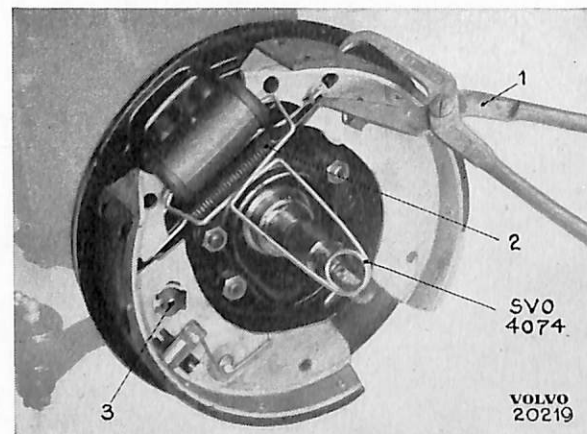
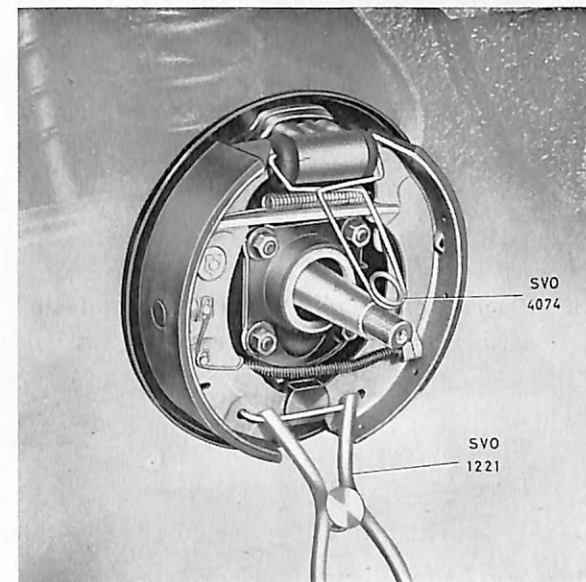

Bild 10. Demont. av retur fjäder.
Bild 11. Demont. av nedre fjäder.
3. Placera klämman SVO 4074 på hjulcyllindern så att kolvarna ej pressas ut. Tag bort nedre fjädern med hjälp av tång SVO 1221 (jämför bild 11). Haka av retur fjädern med hjälp av tång eller nyckel (bild 10). Demontera låsbricka och övriga brickor från bult för justerkam. Lyft fram backarna.
3. Placera klämman SVO 4074 på hjulcyllindern så att kolvarna ej pressas ut. Tag bort nedre fjädern med hjälp av tång SVO 1221 (jämför bild 10). Demontera låsbricka och övriga brickor från främre backen. Vrid därefter backen utåt så att handbromslänken kan demonteras. Lyft fram bromsback och retur fjäder. Koppla av handbromsvajern och demontera bakre backen.